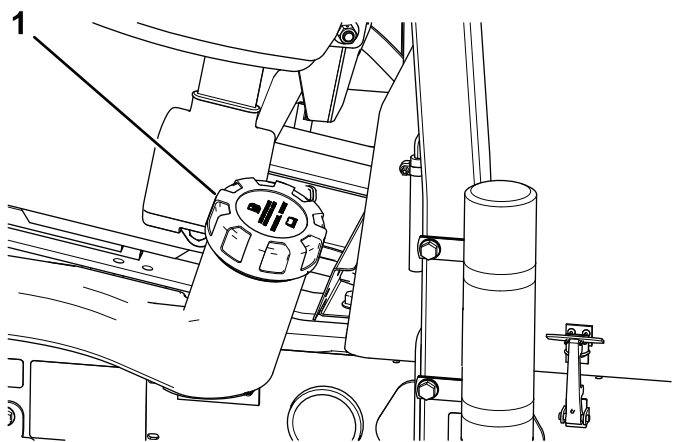

Figura 39
1. Limpe a zona em torno da tampa do depósito de combustível (Figura 39).